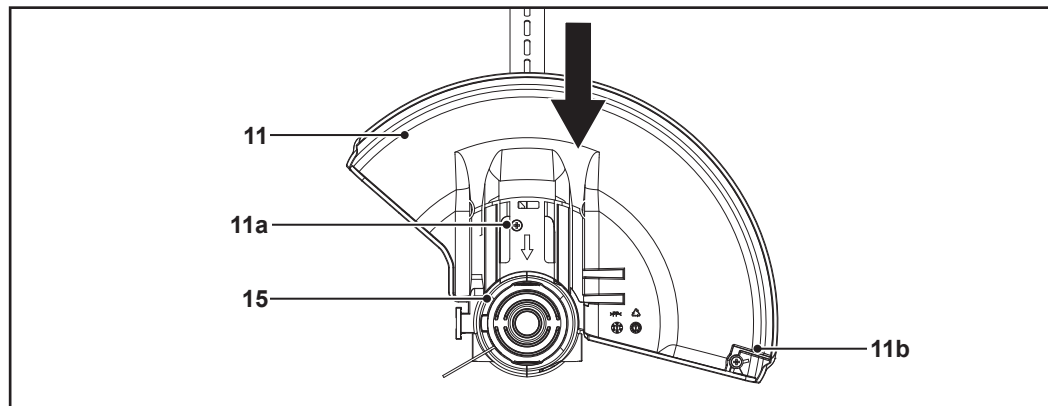

Fig. 1
1. Faire glisser la protection (11) dans les fentes coulissantes de la tête de coupe (15) (Fig. 1).
2. Fixer la protection (11) avec la vis (11a) (Fig. 1).